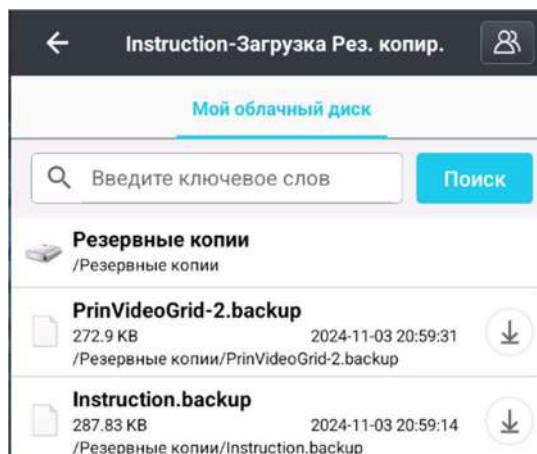
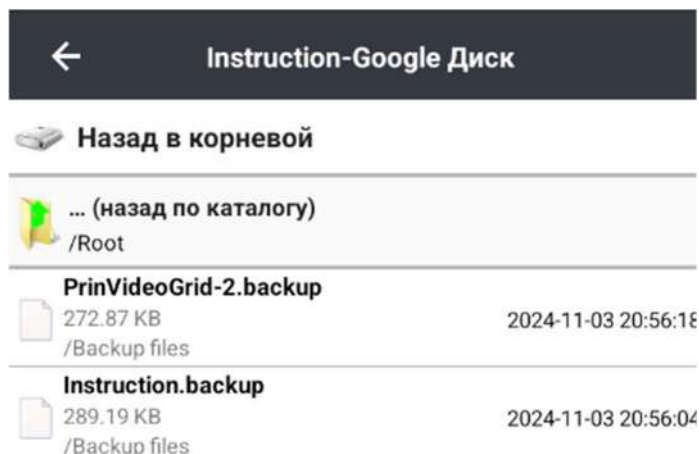

Рисунок 2.3.10
Рисунок 2.3.11
4. При **Восстановлении проекта из облака**, будет выполнен переход в ваше облако PrinCe (Рисунок 2.3.10) или Google (Рисунок 2.3.11). В зависимости будет предложено два разных меню: